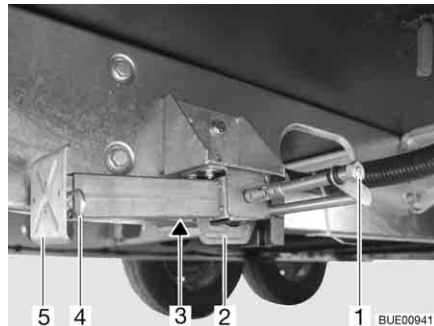

Bild 35 Stödben
- Placera hylsnyckeln på sexkanten (Bild 35,1) och vrid runt den tills stödbenet står rakt neråt.
- När längden på stödbenet kan justeras, dras sprinten (Bild 35,4) ut ur stödbenets förlängning (Bild 35,5).
- Placera hylsnyckeln på sexkanten (Bild 35,1) och vrid runt den tills stödbenet inte längre sitter mot marken.
- Skjut in stödbensförlängningen (Bild 35,5) helt och sätt in sprinten (Bild 35,4) i borrhålet på stödbensförlängningen.
- Vrid sexkanten (Bild 35,1) tills stödbenet svängs uppåt och spåret (Bild 35,2) är helt vid slutet av skåran (Bild 35,3).